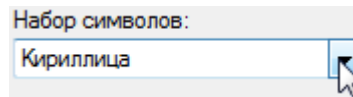

Рисунок 350. Набор символов
1. Раскройте выпадающий список **Набор символов** (Рис. 350), нажав левую кнопку мыши на треугольнике.